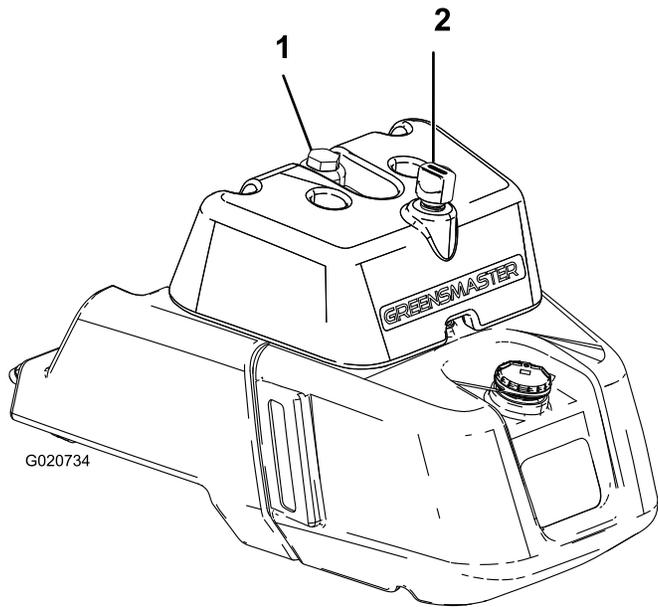

Figure 23
2. Retirez le bouchon du réservoir (Figure 23).